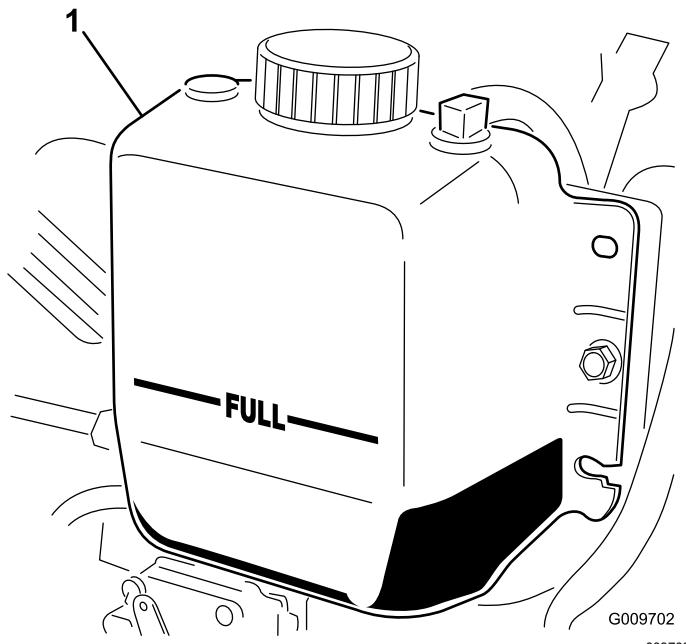

Bild 37
**Hinweis:** Der Kühler sollte bis zur Oberseite des Einfüllstutzens und das Ausdehnungsgefäß bis zur Voll-Markierung gefüllt sein (Bild 37).